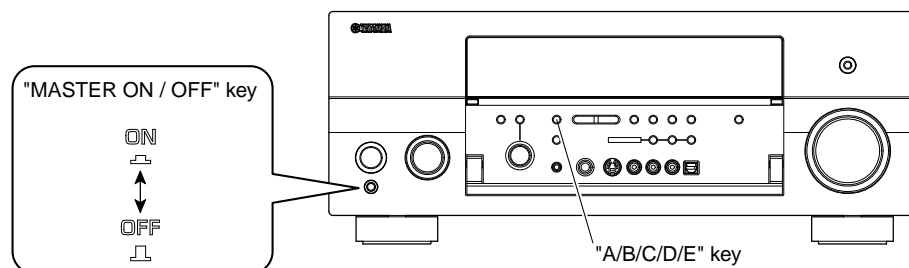

Fig. 13
1. Start up "DSP_FLASHER_Vx800_v1.0.exe" of the PC. (Fig. 13)
1. "DSP_FLASHER_Vx800_v1.0.exe"を起動します。(Fig. 13)
6. Press the "MASTER ON/OFF" key of the main unit to turn it on. (Fig. 13)
7. While pressing the "A/B/C/D/E" key of the main unit, connect the power cable of the main unit to the AC outlet. (Fig. 13)
6. 本機の"MASTER ON/OFF"キーを押して、ONの状態にします。(Fig. 13)
7. 本機の"A/B/C/D/E"キーを押しながら、本機の電源コードをACコンセントに接続します。(Fig. 13)